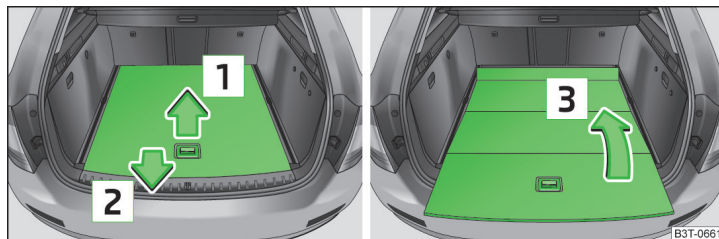
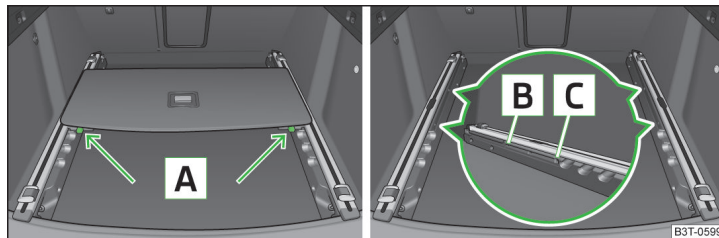

Abb. 115 Gepäckraum: variablen Ladeboden zusammenklappen
Abb. 116 Gepäckraum: variablen Ladeboden ausbauen
- Den hinteren Teil des Bodens am Griff fassen, in Pfeilrichtung **1** etwas anheben » Abb. 115 und über den Stoßfänger in Pfeilrichtung **2** herausziehen, bis dieser in der Öffnung **C** einrastet » Abb. 116.
- Durch Bewegen in Pfeilrichtung **3** » Abb. 115 den Ladeboden zusammenklappen.
- Die Sicherungstasten **A** drücken » Abb. 116 und den Boden herausnehmen.
- › Den Boden nach vorn schieben, bis dieser in den Öffnungen **B** in den Tragschienen einrastet » **Abb. 116**.